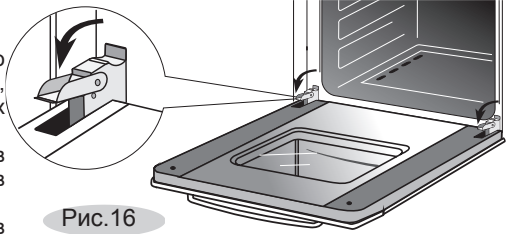

Рис.16
- поднимите и поверните до упора стопорные рычаги, расположенные на двух шарнирах (рис. 16);